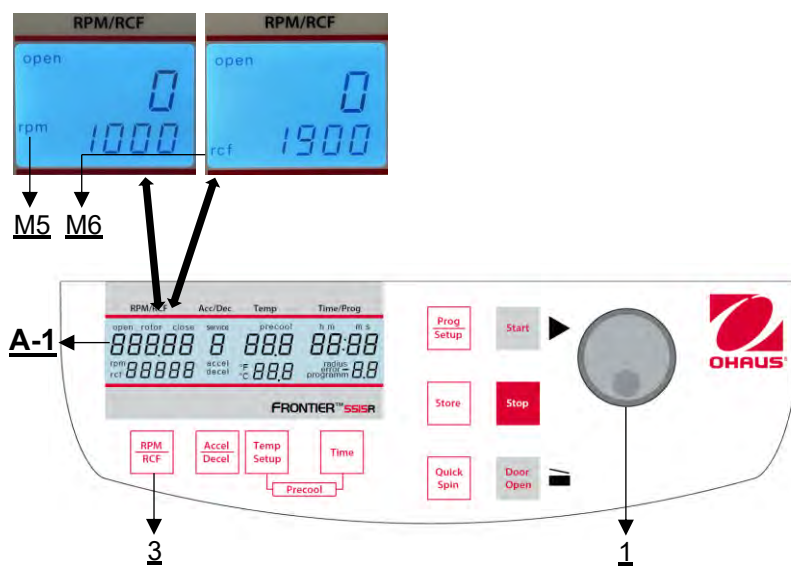

Figure 15
La présélection est activée par la touche **"RPM | RCF"** (3) (voir **Figure 15**). En appuyant une fois sur la touche, le mot **"rpm"** (M5) clignote. En appuyant deux fois sur la touche, la présélection des forces centrifuges peut être sélectionnée. Le mot clignotant **"rcf"** (M6) apparaît alors. Vous pouvez régler les valeurs souhaitées à l'aide du bouton de réglage (1). Sur l'écran (A-1), la valeur réglée est affichée en permanence, avant, pendant et après la course.